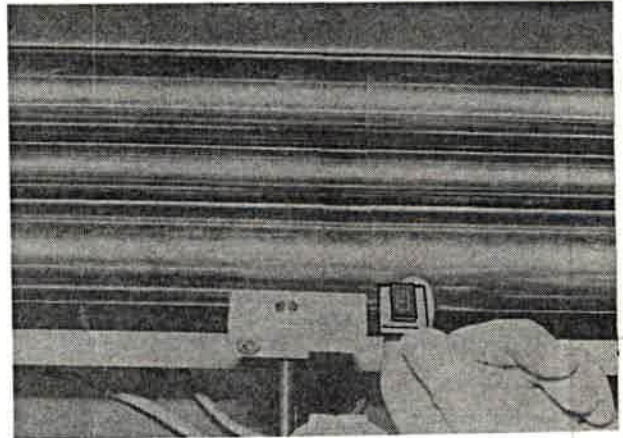

Bild 236
2. Druckplatte mit den alten Gummitypen aus dem Typenträger herausziehen (Bild 236).
5. Druckplatte mit den neuen Gummitypen so weit in den Typenträger einschieben, bis die Platte arretiert ist (Bild 236).